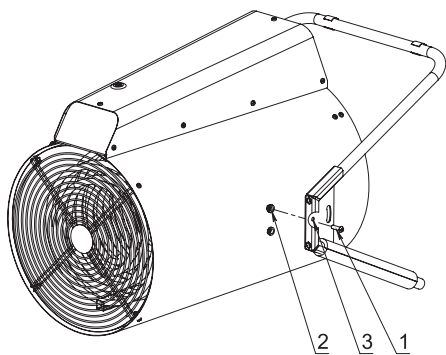

Рис. 2
Совместить отверстие в опоре (3) с верхней резьбовой гайкой (2) на корпусе и наживить винт М6х20 (2 шт.) (1) с обеих сторон теплоventилатора (Рис. 2)